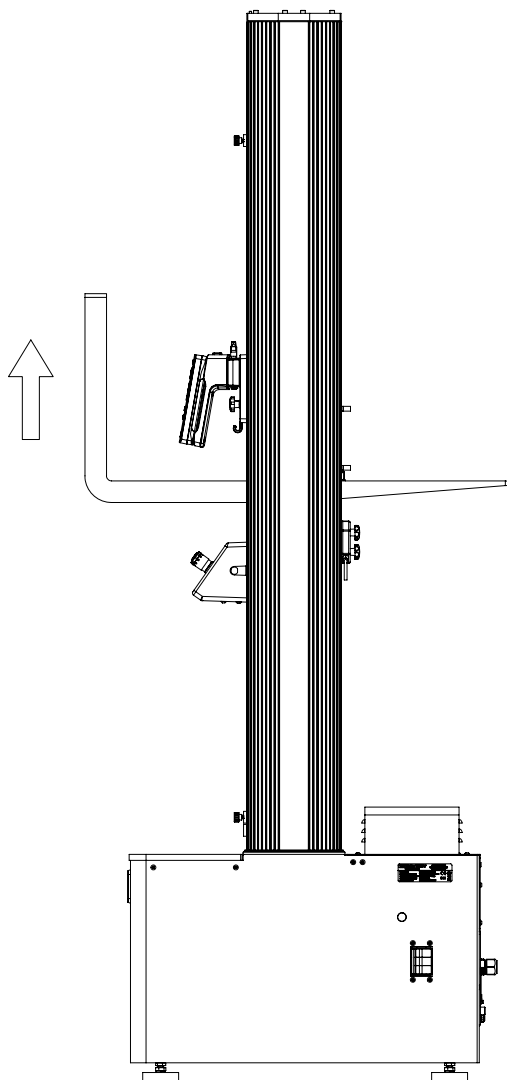

Figure 23. Levage du bâti par la traverse
1. À l'aide d'un chariot élévateur dont la fourche est rembourrée ou moyennant un matériau de rembourrage placé autour de la traverse, insérez avec précautions la fourche sous la traverse entre les colonnes. Voir Figure 23 à la page 78.